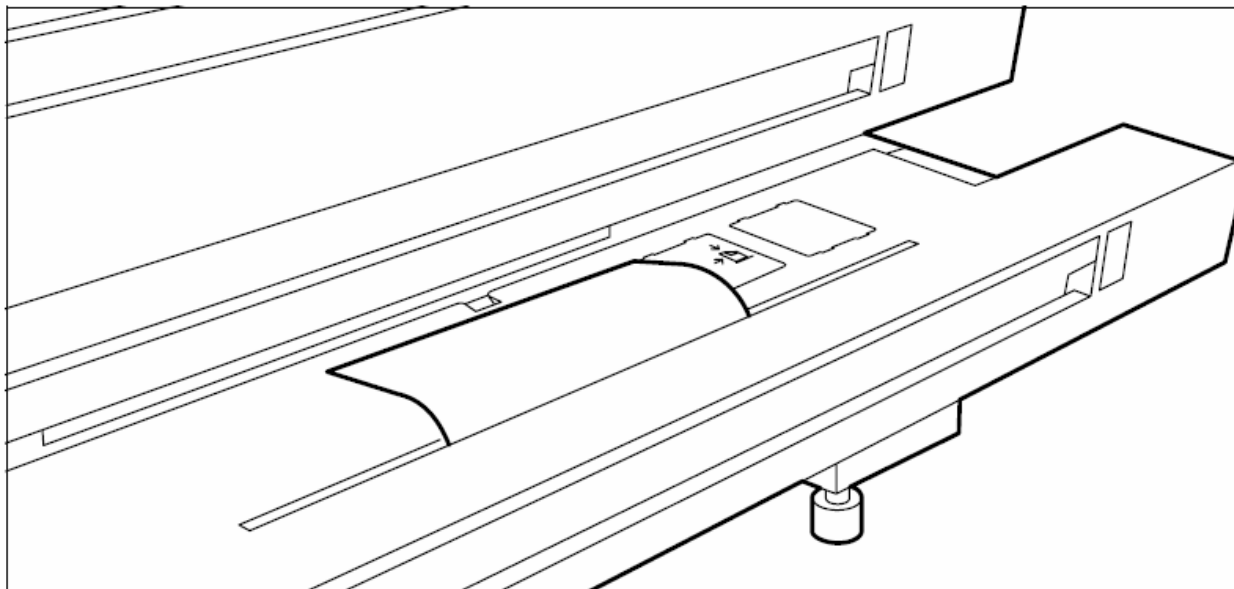

Рисунок 128: Удаление застрявшего материала из тракта подачи листового носителя
2. Извлеките все фрагменты застрявшего материала из тракта для подачи листового носителя (смотрите рисунок 128).
2. Удалите застрявшую бумагу из тракта протяжки (смотрите рисунок 128) и, при необходимости, подайте носитель в обратном направлении и перемотайте его.